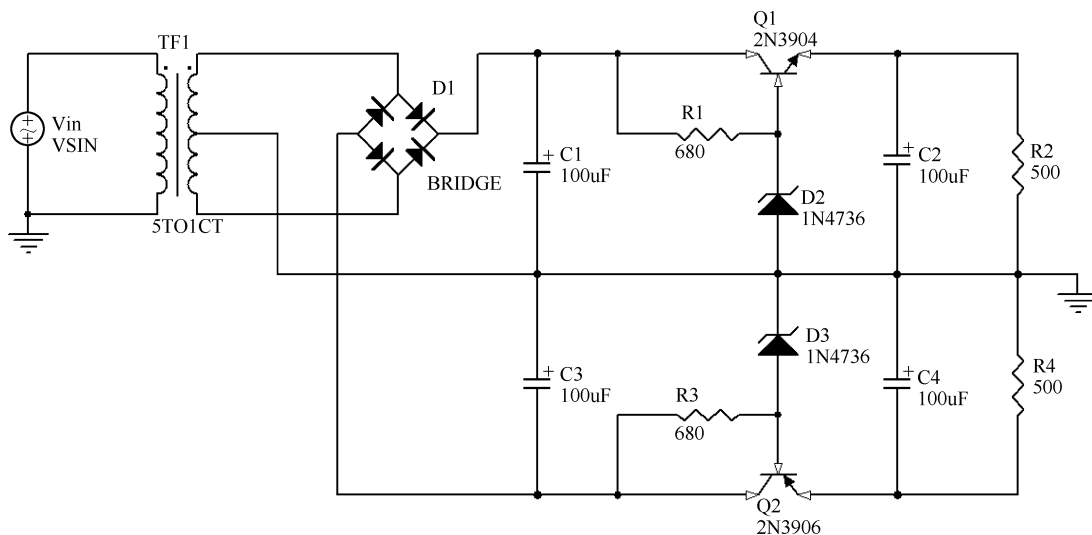

图 12-17 双极性电源电路
本例要求完成如图 12-17 所示仿真电路原理图的绘制，将主要学习如何使用波形分析器。在完成仿真生成波形后，还要对产生的波形进行计算和分析。
2) 打开原理图文件“Dual Polarity Power Supply. SchDoc”，如图 12-17 所示。